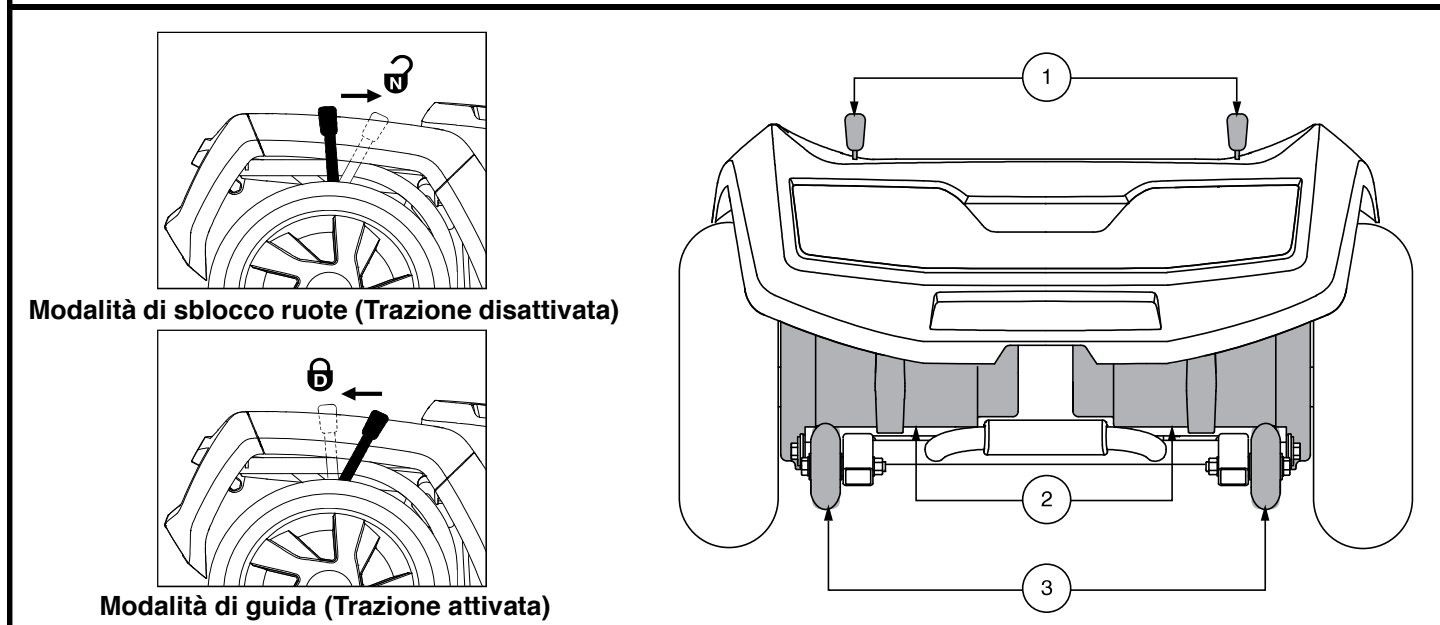
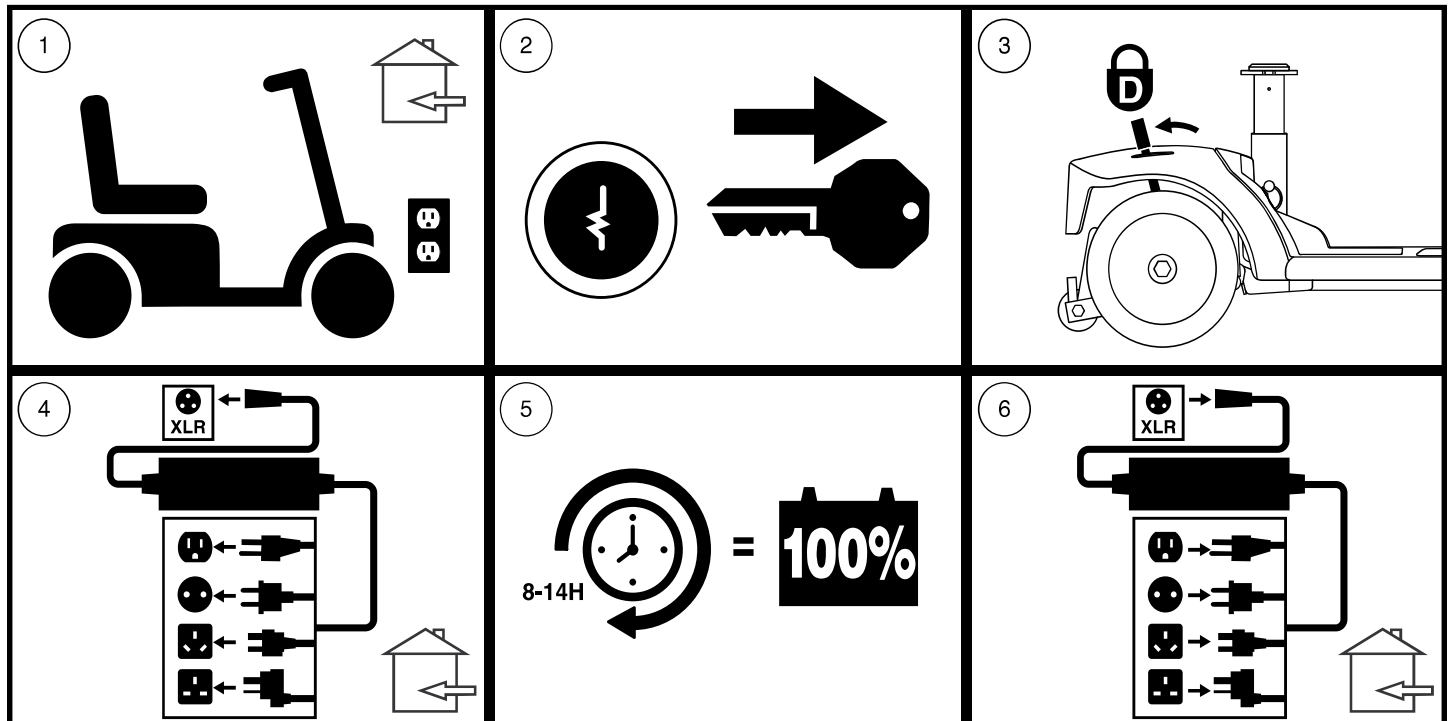

Figura 7. Sezione posteriore -710ZT
Figura 12. Schema delle procedure di ricarica della batteria
La miniscoter è dotata di leve di sblocco ruote manuale su ciascun motore. Le leve di sblocco ruote manuale consentono di disattivare il freno del motore per manovrare manualmente la miniscoter. **Vedere figura 7.**
1. Individuare le leve nella parte posteriore della base elettronica. **Vedere figura 7.**
NOTA: Per il modello 710ZT, le leve di sblocco ruote manuali funzionano nella direzione opposta (vedere figura 7). Pertanto, per la fase 3 della figura 12, le leve devono essere spinte in avanti per attivare la modalità di guida.